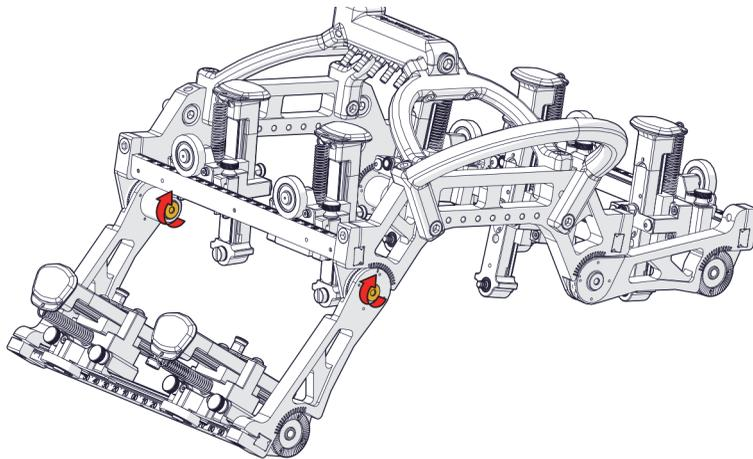

图1-51 拧紧螺钉
4. 拧紧螺钉，但此时不要完全拧紧（参见第61页的图1-51）。